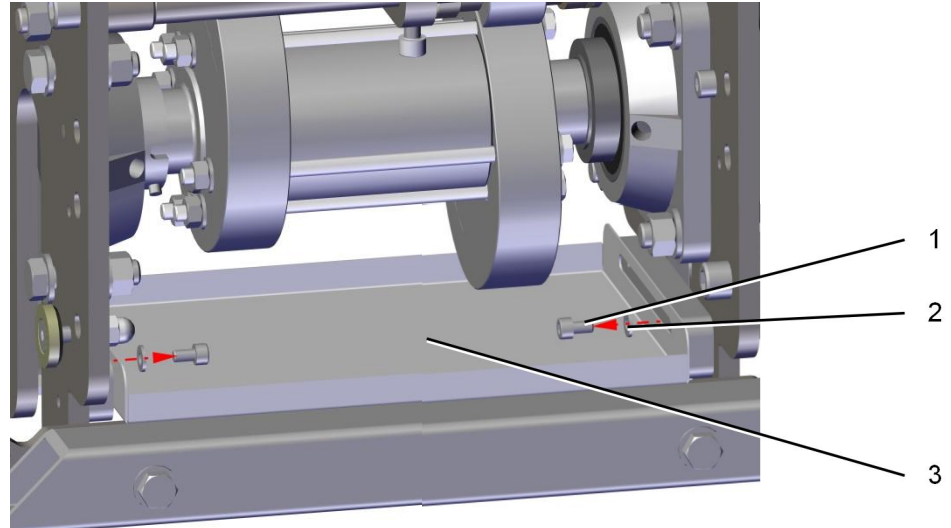

图 8-1：集污槽的拆卸
- 拆卸两枚 M6x10 圆柱头螺栓 (1) 和垫圈 (2) (图 8-1：集污槽的拆卸)。
- 将集污槽 (3) 从侧面拉出。